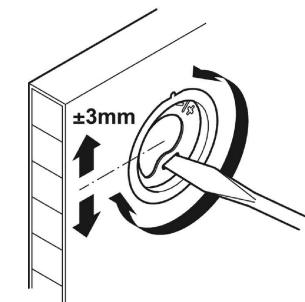

Рис.5
- Повесьте вешалку на стену. При необходимости выполните регулировку (Рис. 5).